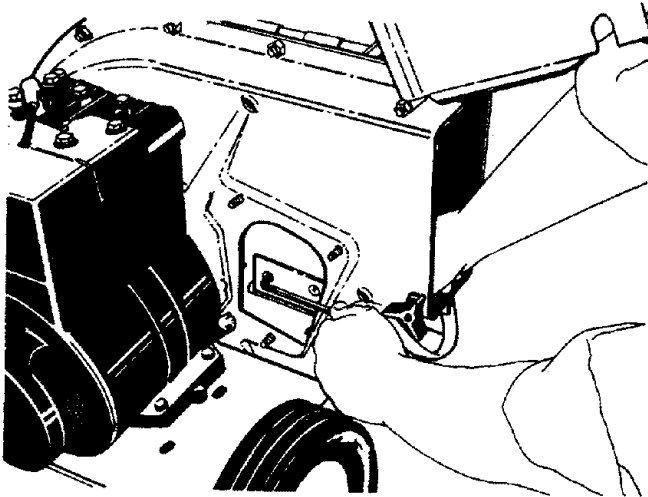

FIGURA 18.
- Rote a mano el conjunto del impulsor hasta que ubique una de las cuchillas de la picadora en la abertura de la canaleta de la picadora. Quite la cuchilla, usando una llave Allen de 3/16" en el exterior de la cuchilla y una llave de 1/2" en el conjunto del impulsor (dentro de la cubierta). Vea la figura 18.